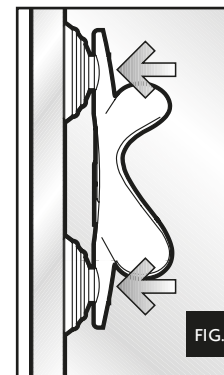

FIG. 3
- 2- Clean the glass surface from algae etc. and press the suction cups firmly against the glass wall of the aquarium (fig. 3). Allow the heater to acclimatise to the temperature of your aquarium for about 30 minutes before plugging it in.
- 2- Enlever les algues de l'endroit choisi et y fixer le chauffe-eau. Presser fermement les ventouses contre le verre pour les faire adhérer à la paroi de l'aquarium (fig. 3). Attendez 30 minutes avant de brancher la prise pour permettre au chauffe-eau de s'acclimater à la température de l'aquarium.